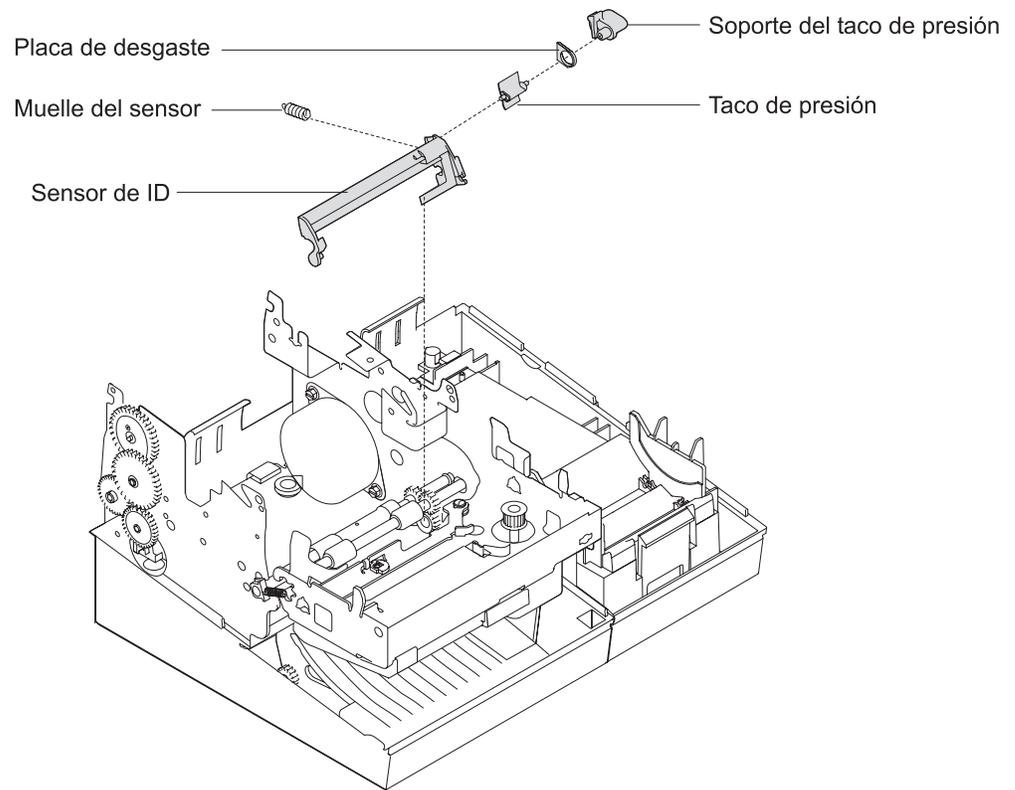

Figura 4-18. Desconexión del muelle del sensor y extracción del conjunto de inserción de documentos
- “Extracción y sustitución del rodillo de alimentación de inserción de documentos (ID) (modelos con ID)” en la página 4-37
- Si el sensor de inserción de documentos no gira más allá del conjunto del carro, extraiga el retentor del taco de presión y la placa de desgaste para dejar el espacio libre necesario. Consulte la Figura 4-18 en la página 4-25.